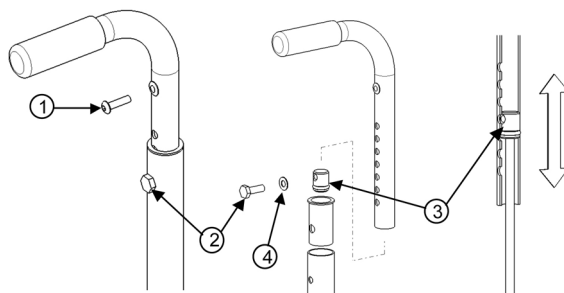

Fig. 12
- Allentate la vite (1) (Fig. 12) che supporta la fodera posteriore.
- Spingete giù la fodera di alcuni centimetri in modo da arrivare alla vite (2) che sorregge il manico per spingere.
- Rimuovete la vite (2) e il manico dello schienale.
- Muovete il dado dowel (3) posizionato dentro il manico per regolare l'altezza dello schienale con l'aiuto di un'asta filettata (1/4"-20).
- Una volta che avete compiuto questo passaggio, usate la vite (2) per sorreggere il dado dowel (3) mentre rimuovete il dado filettato.
- Rimuovete la vite (2) e installate il manico dello schienale.
- Allineate la vite (2) con un foro di montaggio.
- Installate di nuovo e stringete la vite (2) e la rondella.
- Installate di nuovo la fodera dello schienale con la vite (1) e stringetela per adattarla fermamente.